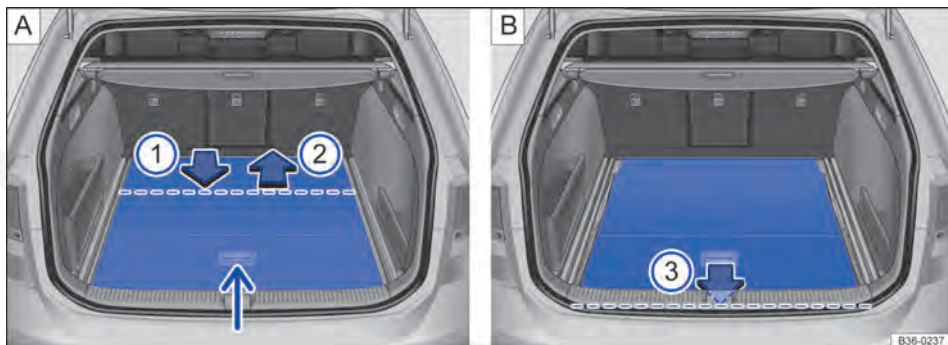

Fig. 143 No compartimento de bagagem: afundar o assoalho do compartimento de bagagem.
- Levantar o assoalho do compartimento de bagagem → Fig. 143  (seta menor) e virar.
- Puxar o assoalho do compartimento de bagagem no sentido da seta → Fig. 143   sobre o canto do compartimento de bagagem até aproximadamente a linha tracejada. A parte frontal do assoalho do compartimento de bagagem deve virar para baixo.
- Empurrar o assoalho do compartimento de bagagem, no sentido da seta → Fig. 143  , até o batente. O assoalho do compartimento de bagagem está, agora, na posição mais baixa.
- Puxar o assoalho do compartimento de bagagem no sentido da seta → Fig. 143   para o canto do compartimento de bagagem até o batente.